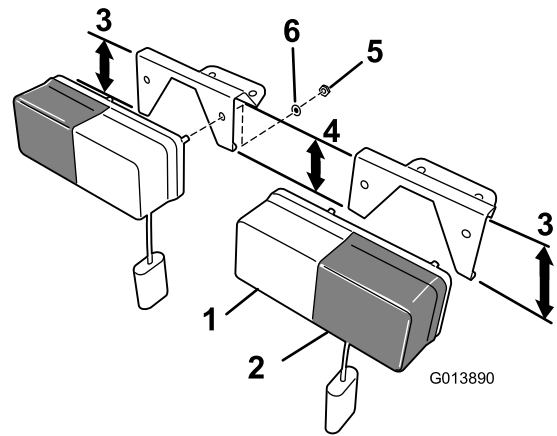

Bild 12
2. Ermitteln Sie die Halterungen für den linken und rechten Blinker. Sie können die Halterungen mit dem Winkel der Kopfplatte und einem längeren Standfuß, der immer außen ist, unterscheiden (Bild 12).
3. Ordnen Sie jeden Blinker der entsprechenden Halterung zu, sodass die gelbe (Blinker) Lampe immer außen ist (Bild 12).